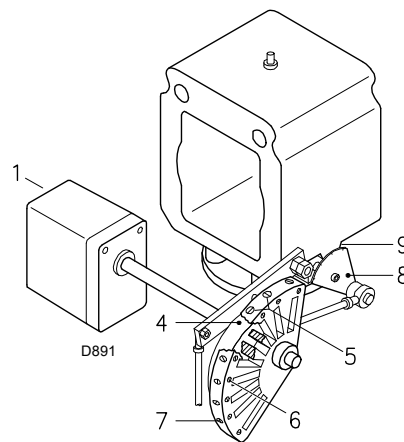
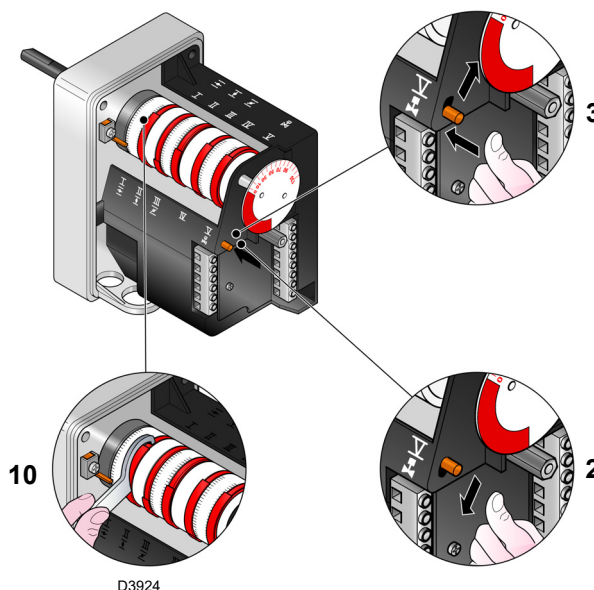
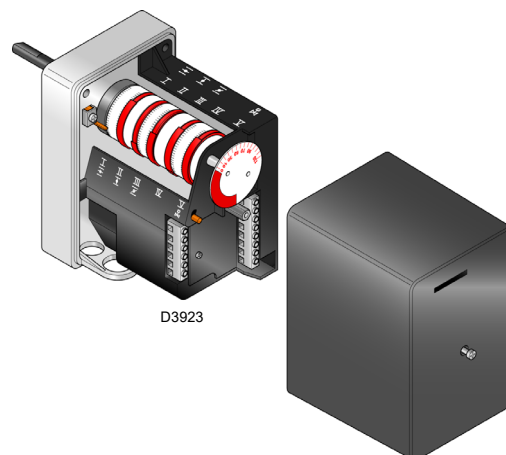

Рис. 36
Рис. 37
Рис. 38
Воздух регулируется путем изменения угла кулачка III) (Рис. 38, на стр. 29) и с помощью переключателя 2)(Рис. 35, на стр. 26).
Информацию о регулировке кулачка сервопривода см. на Рис. 37.
Воздух регулируется путем изменения угла кулачка I) (Рис. 38, на стр. 29 и с помощью переключателя 2)(Рис. 35, на стр. 26).
Обозначения (Рис. 36)
МИНИМАЛЬНАЯ мощность выбирается из рабочего диапазона, указанного на Рис. 2, на стр. 9. Нажмите на кнопку 2) (Рис. 35, на стр. 26) уменьшения мощности и удерживайте ее нажатой до тех пор, пока сервопривод (Рис. 37) не установится на заводскую настройку.
Постепенно измените начальный профиль механического кулачка 4) (Рис. 36) винтами 5)(Рис. 36).
С помощью винтов 5) механического кулачка (Рис. 36, на стр. 27) доведите мощность до 800 кВт и проверьте выбросы.
Газ регулируется путем изменения угла кулачка III) сервопривода (Рис. 38, на стр. 29) и с помощью переключателя 2) (Рис. 35, на стр. 26).
Возможности регулировки кулачка III см. на Рис. 37.
Переход к следующему положению достигается путем удерживания кнопки 2) на знаке (+) или (-) (Рис. 35, на стр. 26). Слегка нажмите на кнопку 2) (Рис. 35, на стр. 26) увеличения мощности, чтобы сервопривод повернулся примерно на 20°, см. градуированный указатель сервопривода Рис. 37 и градуированный воздушной заслонки 5)(Рис. 36 на стр. 27).
Заверните или отверните винт 5) выбранного механического кулачка (Рис. 36, на стр. 27) для увеличения или уменьшения расхода газа, чтобы подогнать его под соответствующий расход воздух и получить оптимальное горение.
Выключите горелку при помощи выключателя 1) (Рис. 35), установив его в положение «ВЫКЛ», а затем отцепите механический кулачок I) (Рис. 38), чтобы отделить шестеренки от сервопривода, нажимая и смещая вниз кнопку 3) (Рис. 37). Вручную перемещая механический кулачок I) (Рис. 37) вперед и назад, несколько раз проверьте, чтобы его движение было плавным без заедания.
Снова соедините механический кулачок 5) с (Рис. 36 на стр. 27) сервоприводом, перемещая вверх кнопку 3) (Рис. 37).
- 6s:** Запуск сервопривода: вращение вправо на 130°, то есть до срабатывания контакта на кулачке I (Рис. 38, на стр. 29). Воздушная заслонка устанавливается в положение максимальной мощности.
- 80s:** Сервопривод вращается влево на угол, установленный на кулачке III (Рис. 38, на стр. 29) для минимальной мощности.
- 112s:** Воздушная заслонка и дроссельный газовый клапан устанавливаются в положение минимальной мощности (с кулачком III) (Рис. 38, на стр. 29) на 30°.